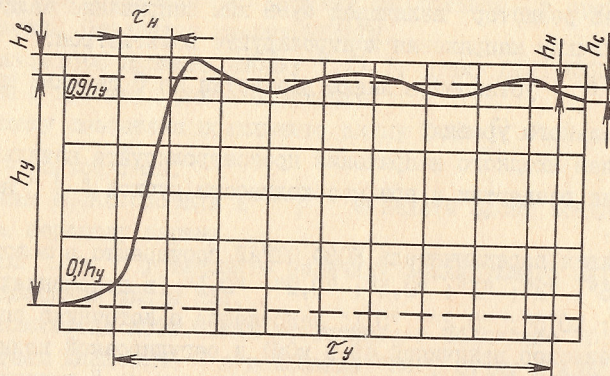

Рис. 22
Ручками "▷" и "↓" установите величину установившегося значения перепада, равную 5 делениям шкалы ЭЛТ в соответствии с рис. 22.
9.4.3.8. Определение величины выброса на переходной характеристике  $h_b$  производится путем измерения по шкале ЭЛТ прибора (рис. 22).